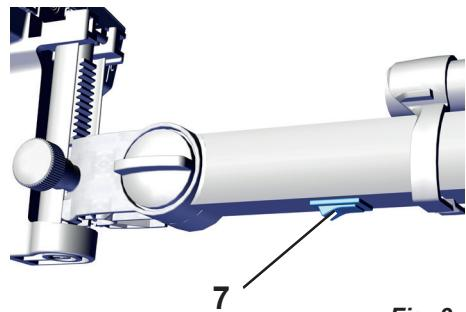

Fig. 3
- ⇒ Desligue e volte a ligar a cabeça (7, Fig. 3).